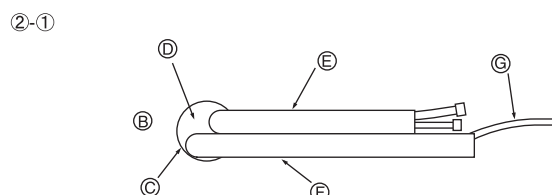

Fig. 3-5
② 左面和左后管道敷设
②-① 先将左右管道穿越墙孔以检定管道的正确长度，然后将管道摺曲。室内机组必须固定在墙壁固定装置上。(Fig. 3-5)
- ② 墙壁
- ③ 墙孔
- ④ 摺曲位置
- ⑤ 制冷剂管道
- ⑥ 排水管道
- ⑦ 传送电缆